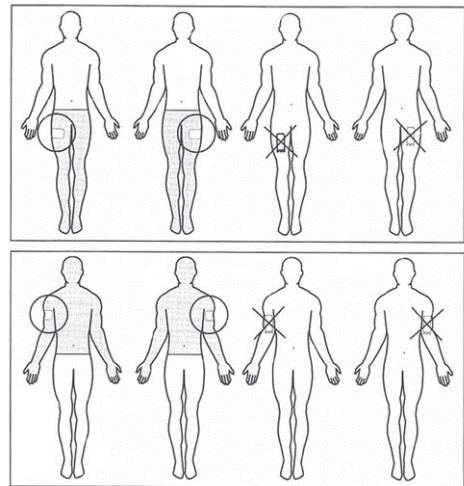
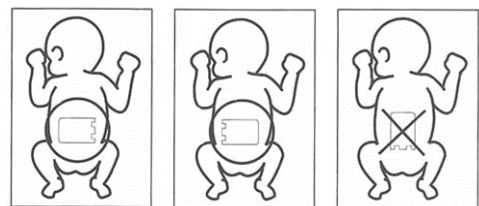

図1
図2
2. 対極板の貼付部位は、手術部位に近く通電性の良い部位(大腿部前面等)を選択する。貼付方向は手術部位に対して長辺が垂直になるように貼付すること。腕または脚部に使用する場合は、図1 ○印の様に身体に対して縦向きもしくは横向きに貼付すること。やむを得ず下側に貼付する場合(小児や乳幼児に使用する場合は、図2 ○印の様に身体に巻くように横向きに貼付すること。[貼付方向による貼付面の温度差を少なくするため])